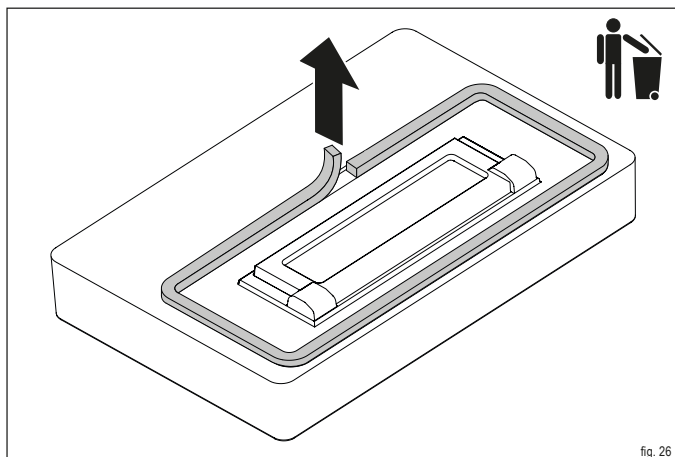

fig. 26
- ▶ Estrarre la vecchia guarnizione dalla guida e smaltirla tra i rifiuti (fig. 26).